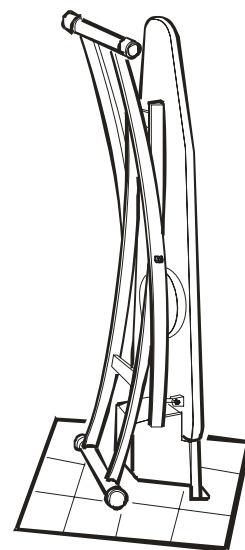

Рис. 4
**ВНИМАНИЕ:** Гладильная доска SOLE в сложенном виде (рис. 4). Не переворачивайте машину вверх ногами (рис. 5).